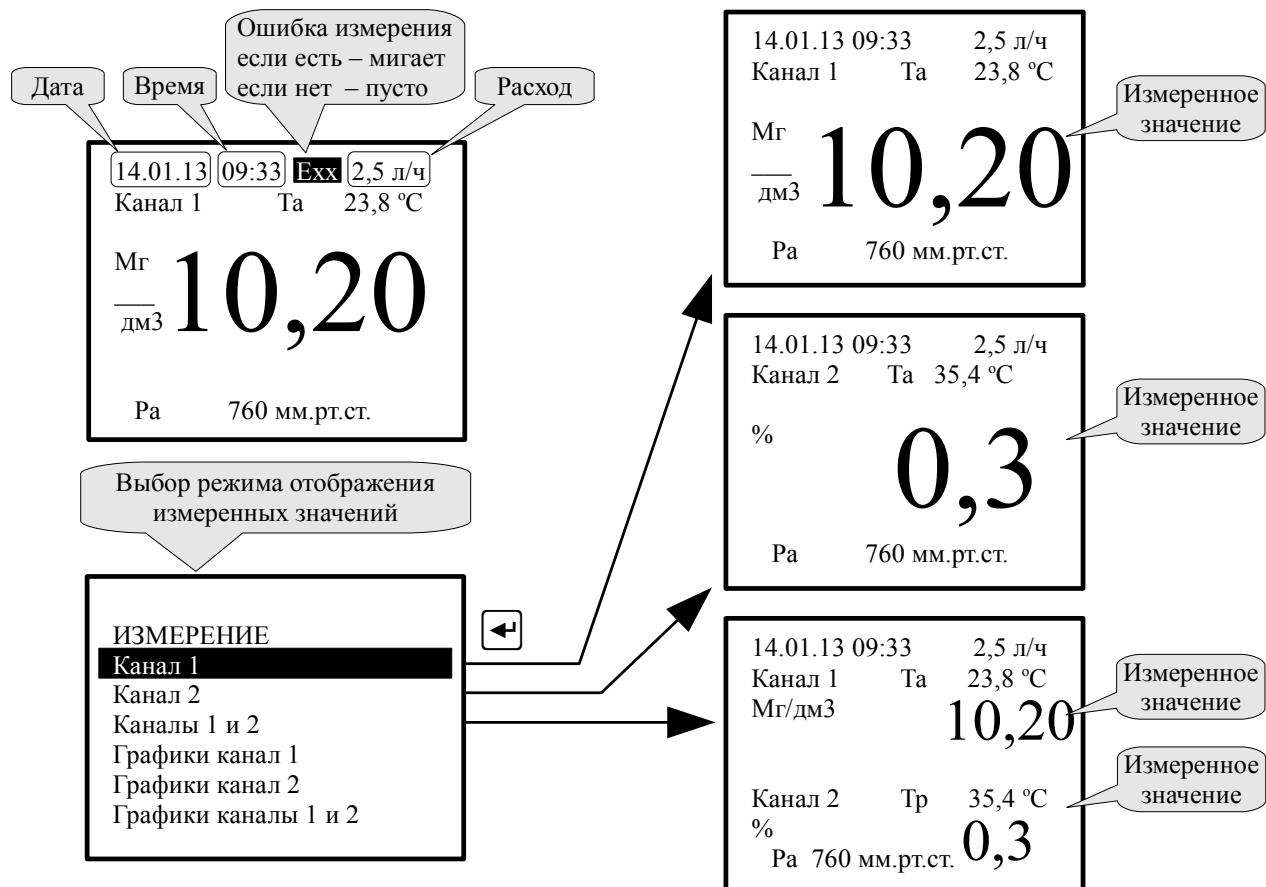

Рисунок 4 - Выбор выводимых на индикатор измеренных числовых значений параметров
8.2.1 **канал 1**, **канал 2**, **каналы 1 и 2** - цифровое отображение результатов измерения (Рисунок 4).